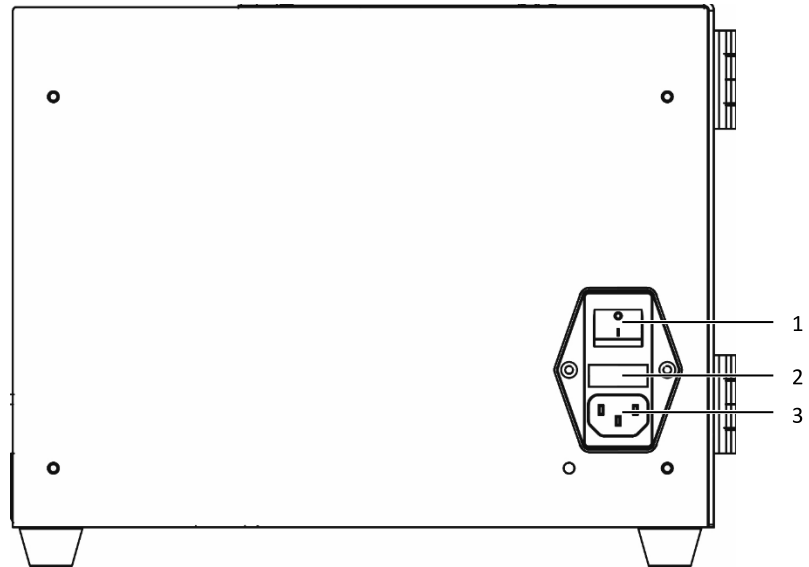

Abb. 3: Anschlussplatte
- Schließen Sie das Netzkabel am Netzstecker (vgl. Abb. 3, Pos. 3) der Maschine und an die Stromversorgung an.
- Schalten Sie den Crimpautomat R8 E am Netzschalter / EIN (vgl. Abb. 3, Pos. 1).